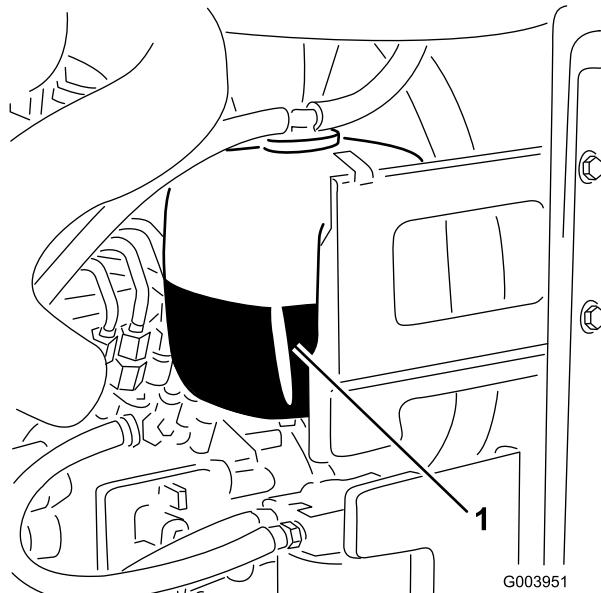

Рисунок 35
- Проверьте уровень охлаждающей жидкости в расширительном бачке (Рисунок 35).